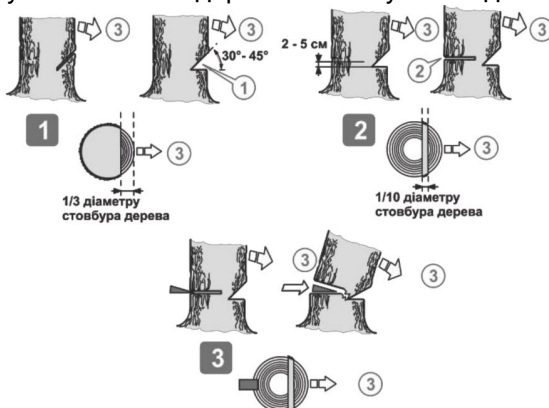

Рисунок 7. Схема послідовності дій під час валки дерева.
Існує спосіб змусити спіяне дерево впасти у необхідне місце (рис. 7).
4. Підготувати шлях відходу, який повинен бути спланований з урахуванням напрямку падіння спіяного дерева (рис. 7, 8).
6. Починати пиляти дерево з того боку (1, рис. 7), куди воно має впасти. Зробити клиноподібний розпил (1, рис. 7) під кутом 30–45 градусів, глибина якого приблизно дорівнює $\frac{1}{3}$ від товщини стовбуру.
7. Виконати пропили (2, рис. 7) з протилежного боку від клиноподібного розпили. Завершити розпилювання тоді, коли до внутрішнього краю клиноподібного розпили залишиться приблизно $\frac{1}{10}$ діаметра стовбуру. Пропили валки не повинен пройти стовбур наскрізь до клиноподібного розпили.
Центральна частина стовбуру, яка залишилася нерозпиляною, під час падіння дерева, виконає роль напрямної для напрямку падіння (3, рис. 7).